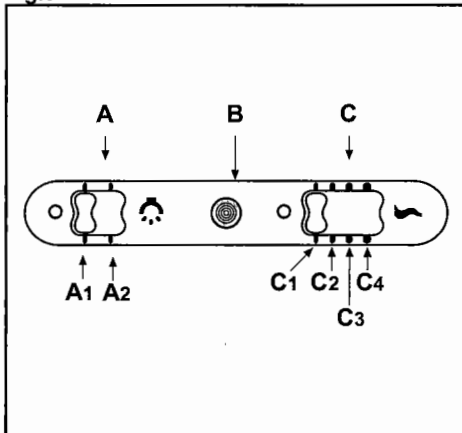

Fig.8
• **MANDOS:** (Fig.8) **SLIDER** le symbole sont le suivant: